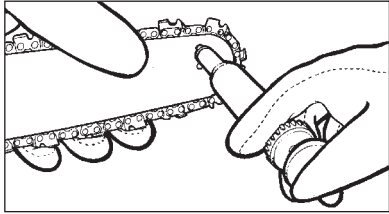

Fig. 20
3. Neem het Lube Gun (apart verkrijgbaar), steek de punt van de naald in het smeergat en spuit het vet in totdat het langs de rand loopt (fig. 20).